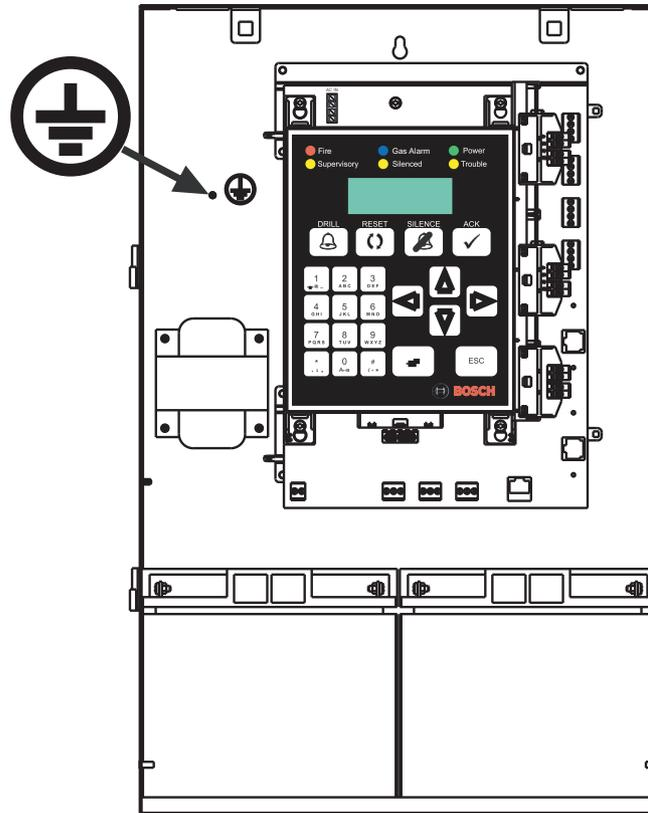

Figura 4.31 Conexão à Terra
- Conecte a conexão à terra ao pino de terra no lado esquerdo do gabinete (consulte a Figura 4.31).